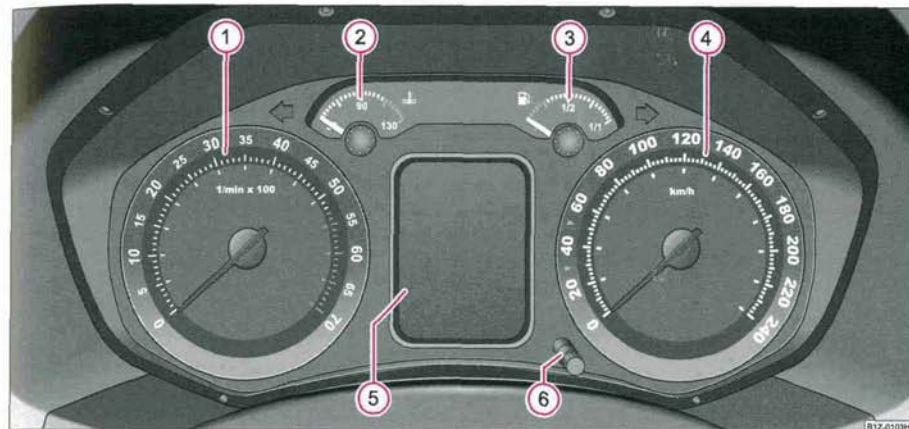

Fig. 2 Combiné
Le début de la zone rouge du compte-tours ① ⇒ page 13, fig. 2 indique pour tous les rapports le régime maximum autorisé pour un moteur rodé et à sa température de service. Avant d'atteindre cette zone, vous devriez passer sur le rapport directement supérieur ou choisir la position **D** sur le levier sélecteur de la boîte de vitesses automatique.
L'indicateur de température du liquide de refroidissement ② ⇒ page 13, fig. 2 ne fonctionne que si le contact est mis.
La jauge de carburant (3) ⇒ page 13, fig. 2 ne fonctionne que si le contact est mis.
En appuyant brièvement sur le bouton de remise à zéro (6) ⇒ page 13, fig. 2 vous pouvez passer du compteur journalier sur le totalisateur de la distance parcourue. **Trip** ⇒ fig. 3 apparaît derrière le compteur journalier afin que vous sachiez si c'est celui-ci ou le totalisateur de la distance parcourue qui est momentanément apparu sur l'écran.
- Mettez le contact et appuyez sur la touche de remise à zéro  ⇒ page 13, fig. 2 pendant plus de 2 secondes.
Les indicateurs de la périodicité des entretiens peuvent également être remis à zéro au moyen du bouton  ⇒ page 13, fig. 2 comme suit:
Un bouton de réglage ⑥ de la montre est placé à gauche, sous le compteur de vitesse et à côté de celui-ci afin de pouvoir régler l'heure ⇒ page 13, fig. 2.